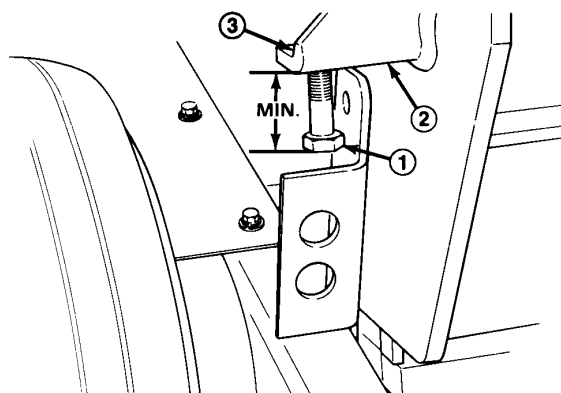

Fig. 11
2. Løsne låsemutteren øverst på justeringsbraketten (fig. 11).
3. Skru justeringsskruen inn i braketten for å øke kjernedybden; ut for å redusere den (fig. 11).
5. Den beste, anbefalte kjernedybde oppnås når avstanden fra enden av skruhodet til braketten er 17,5 mm ($1\frac{1}{16}$ " (fig. 11).